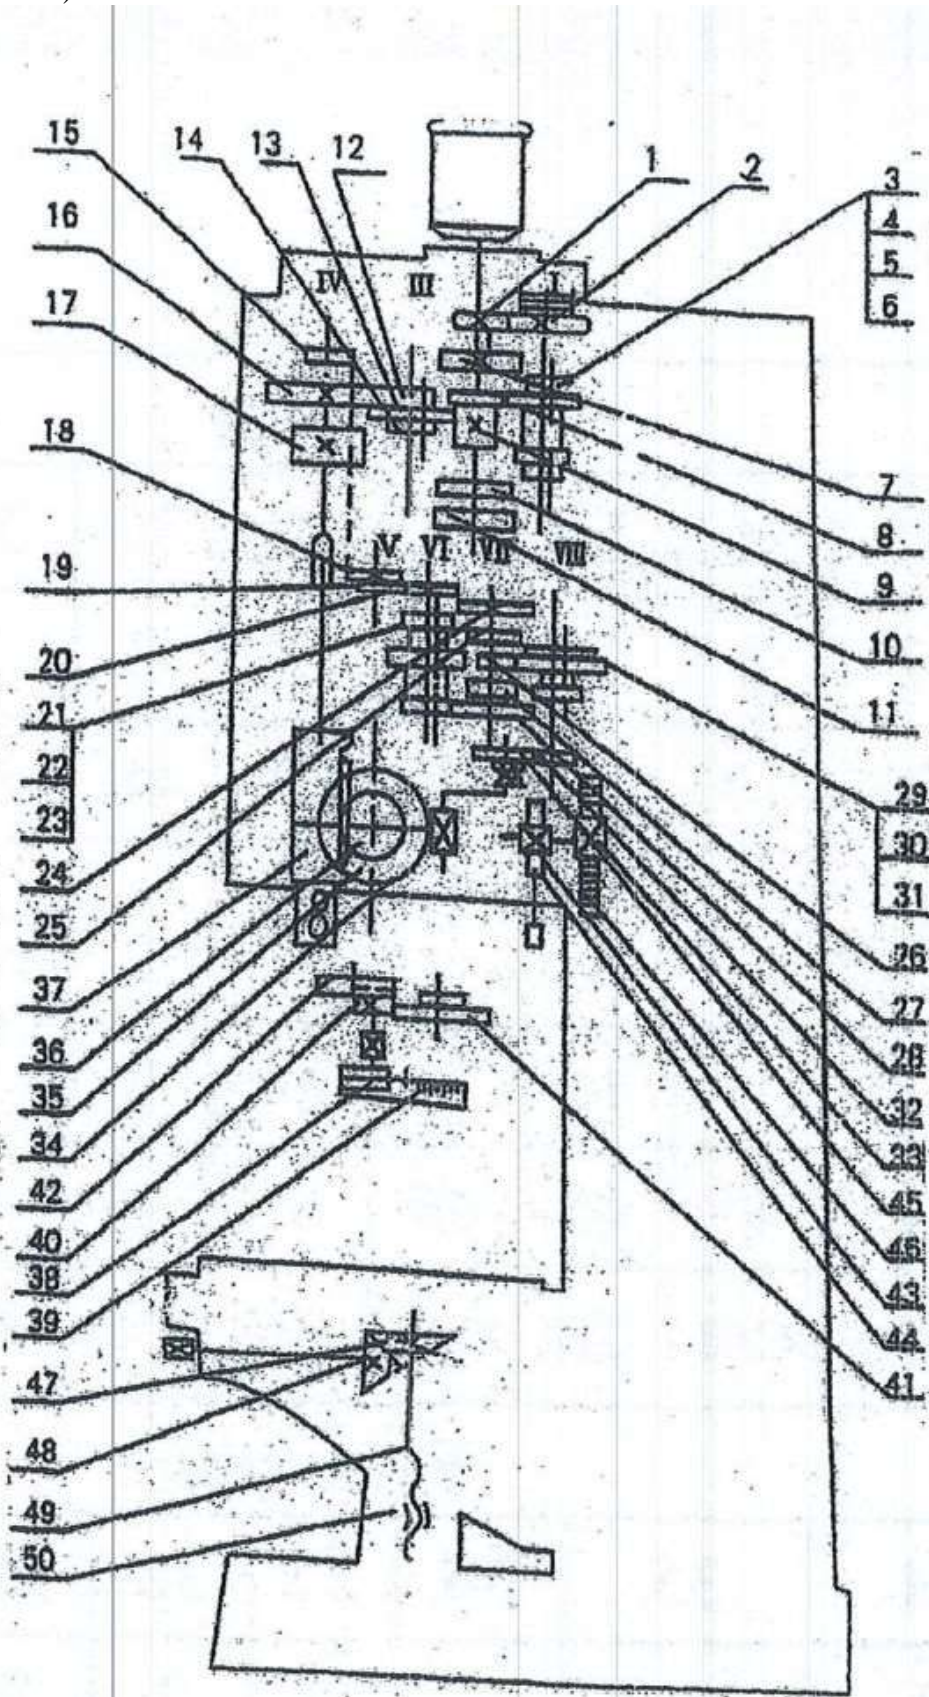

Fig. 4-1 Transmit system outline
1. Вращение шпинделя (Рис. 4-1)
Таблица 4-1 Ведомость шестерни, рейки, червячной передачи, ходового винта, гаек (см. Рис.4-1)